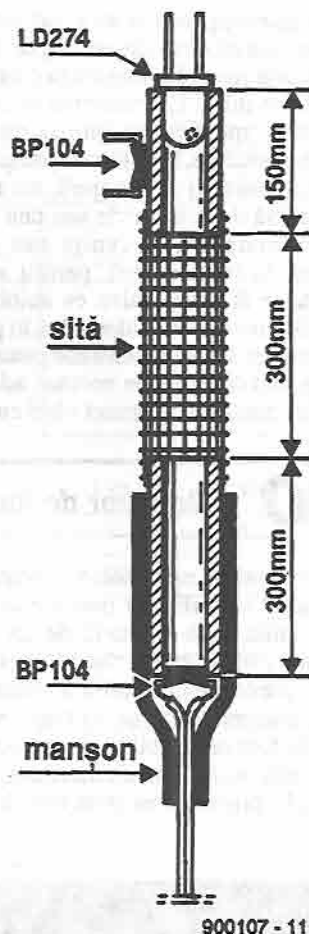

Fig. 1. Construcția barierei de radiație infraroșie care formează senzorul detectorului de fum.
Modul de alimentare și circuitul de declanșarea sincronă cu rețeaua sunt expuse în fig. 1. Schema construită pe baza tranzistoarelor T1 + T4 și a lui IC1 reprezintă un detector al trecerii prin zero, care produce un impuls activ în starea
Carcasa senzorului o reprezintă corpul din plastic transparent al unui pix. Fig. 1 prezintă vederea de ansamblu a dispozitivului. Principiul după care lucrează senzorul este atenuarea de către fum a transmiției „luminii” (radiației) infraroșii (IR) prin aer. Cu cât este mai mare densitatea fumului, cu atât mai mică va fi intensitatea radiației infraroșii care cade pe fotodiodă. Emițătorul, o diodă cu emisie în infraroșu (IRED), de tip LD274, este montat într-o bucată